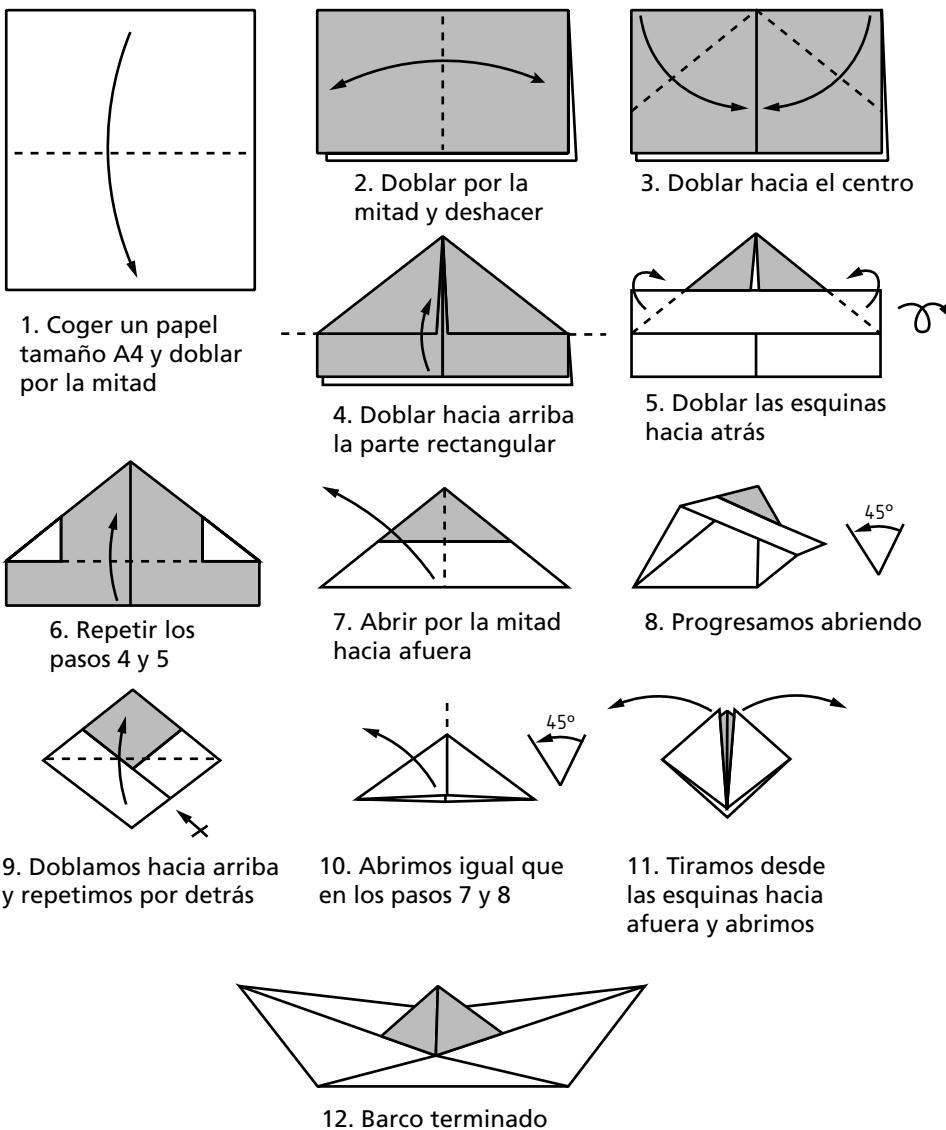

Fig. 7.19 Barquito de papel
1. Pasos para confeccionar un barco (fig. 7.19).